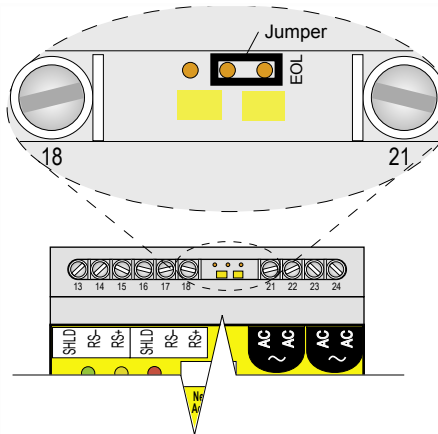

Bild 5a Position des Endjumpers am letzten TTSIM
- Am letzten TTSIM in der Reihe stecken Sie bitte die Steckbrücke gemäß Bild 5a.